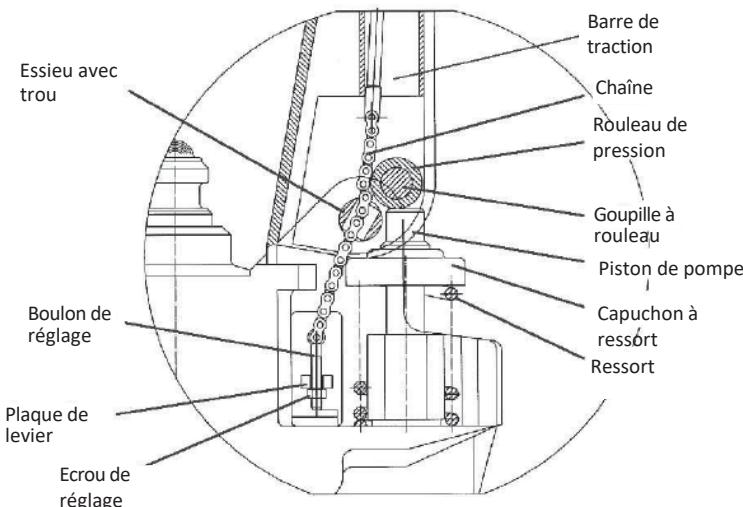

Fig. 3
- b) Placez le levier de commande de la poignée sur la position "Bas", puis passez l'écrou de réglage, le boulon de réglage dans le trou de l'essieu avec votre main (Fig. 3).